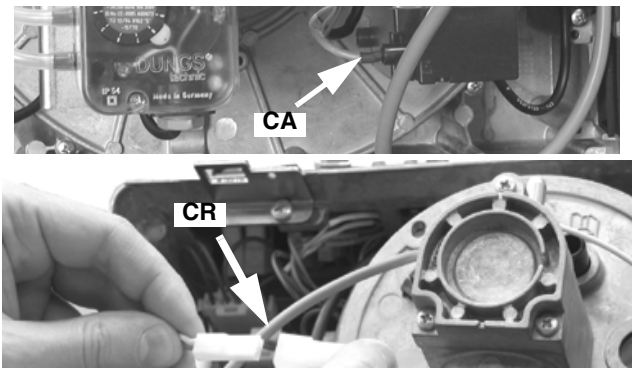

Fig. 59
- 3 Klemmen Sie das Zündkabel CA vom Zündtransformator ab (Fig. 59).